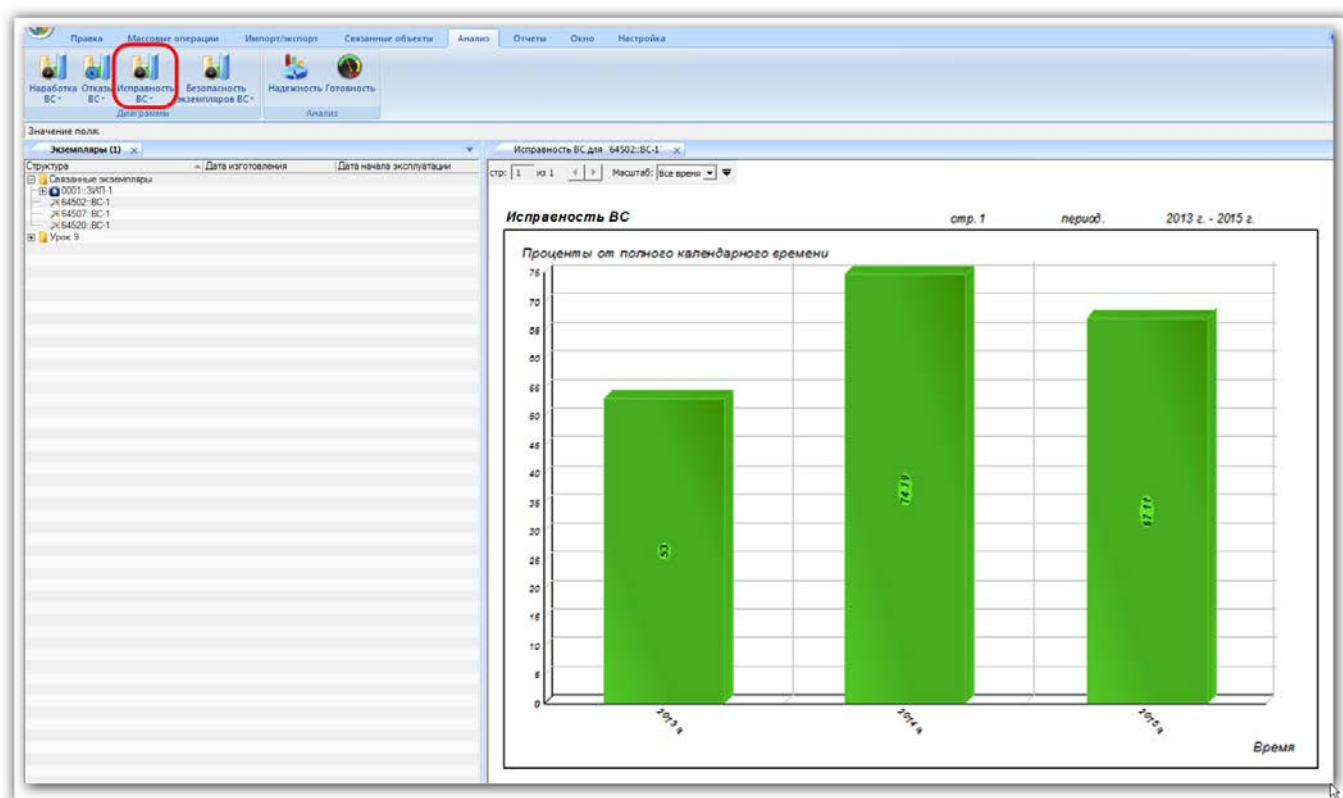

Рис. 13-384 – Построение диаграммы по исправности
- 4) В отдельном рабочем окне отображается диаграмма по исправности (рис. 13-384). Краткое описание инструментов панели «Файл» для диаграмм приведено в пункте 5.4.7 «Панель «Диаграммы»», стр. 62.